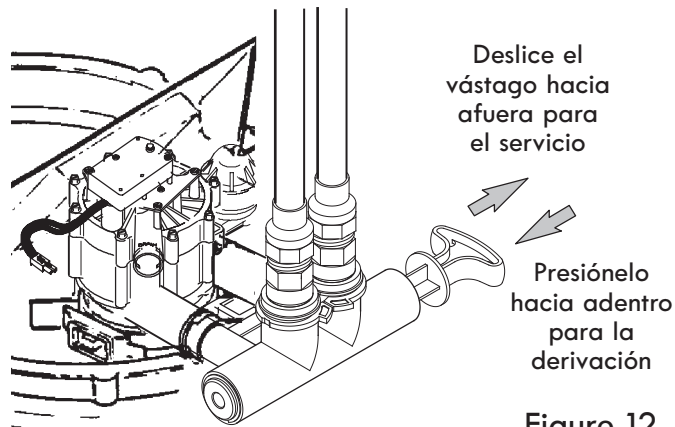

Figure 12
2. Mueva las válvulas de derivación a la posición de "derivación" (Bypass) (vea las Fig. 12 y 13). En una válvula de una derivación, deslice el vástago hacia adentro a la posición de derivación. En una derivación de 3 válvulas, cierre las válvulas de entrada y salida, y abra la válvula de derivación.
Si instaló un sistema de derivación de 3 válvulas (Fig. 13), se mantendrá la continuidad eléctrica. Si instaló la válvula de derivación no metálica (Fig. 12), restaure la conexión a tierra de esta manera: